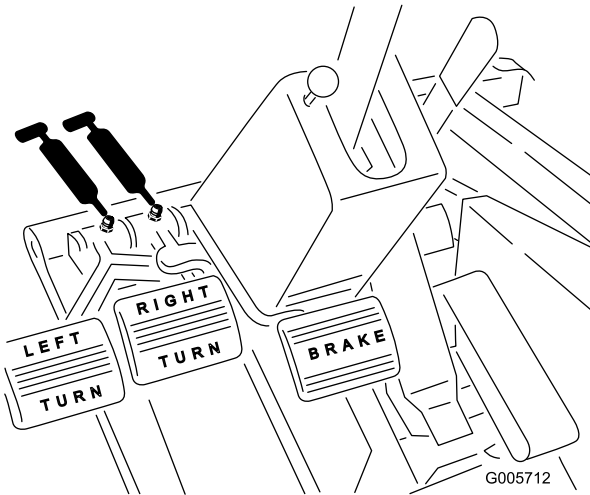

Figura 38
- Casquilhos da articulação dos travões (Figura 38)